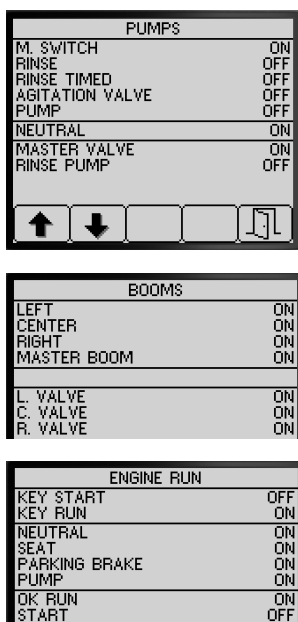

図 85
3. ボタン 1 と 2 で、散布システムの入力、出力、状態情報を確認 図 85。